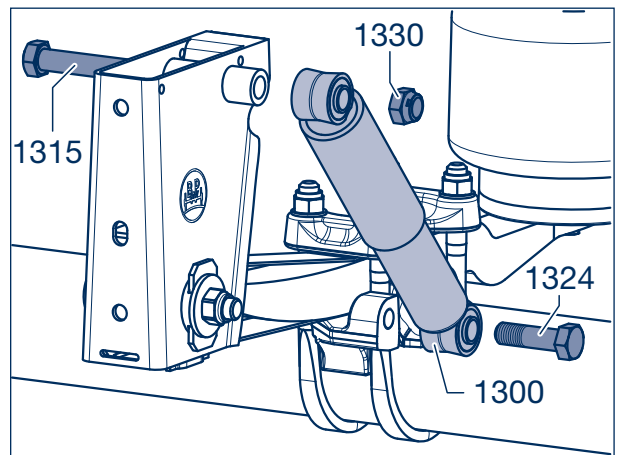

Bild 2
- [5] Stoßdämpfer (1300) auf den (die) Gewindebolzen oder Befestigungsschrauben aufschieben, bzw. bei runden Achsen mit Luftfederung ALII den Stoßdämpfer mit einer Befestigungsschraube (1324) am Achslappen befestigen (Bild 2).